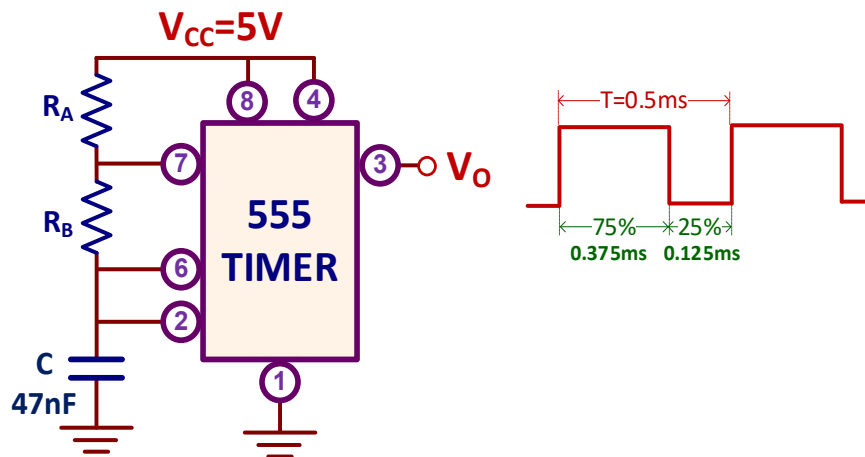

Figura VII.9. Timer 555 en configuración astable.
- J)** Realizar el montaje práctico del astable de la figura VII.9 y determinar el valor de R_A y R_B para generar una onda cuadrada de salida de 2kHz ($T=0.5ms$) con un *Duty Cycle* del 75%.
En la figura VII.10 se describe el montaje en el *Breadboard* del circuito de la figura VII.9 con los valores prácticos de las resistencias R_A y R_B previamente calculados.